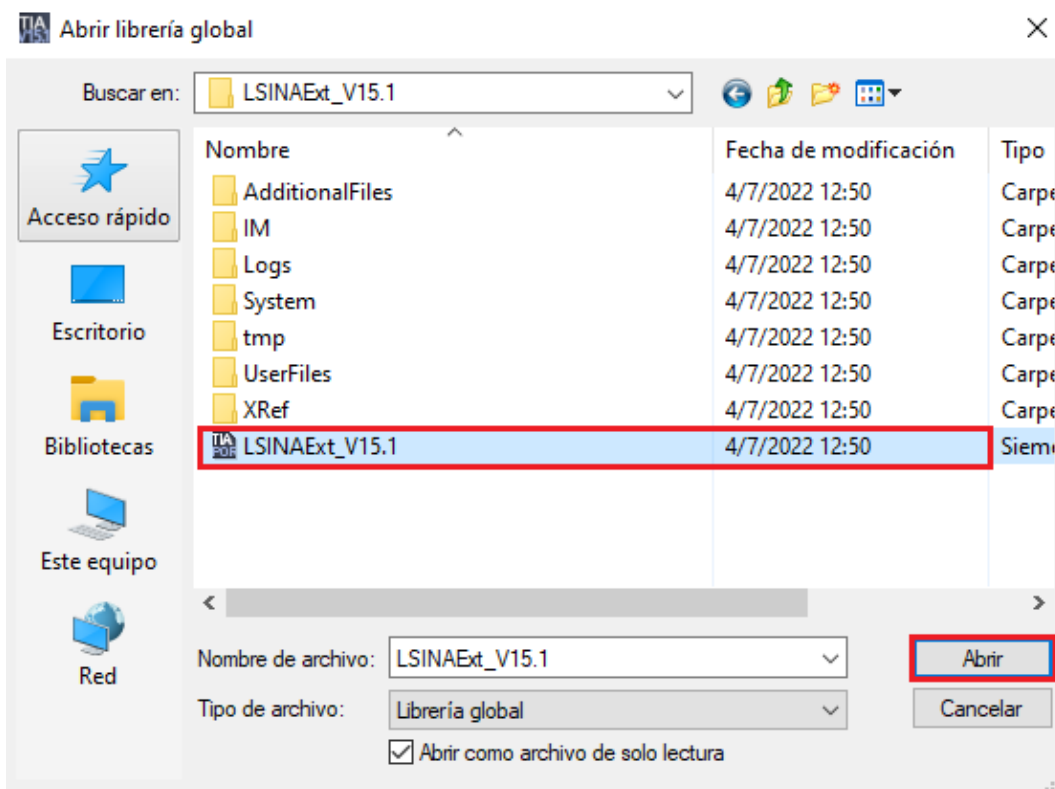

Figura 25. Carpeta LSINAEExt.
- Luego se abrirá una carpeta en la que se encuentra la librería “LSINAExt”, en esta carpeta debemos seleccionar “LSINAExt_V15.1” (ver Figura 25).